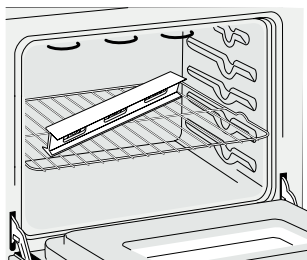

Figura 11
1. Instale una rejilla al centro del horno (vea la Figura 11).